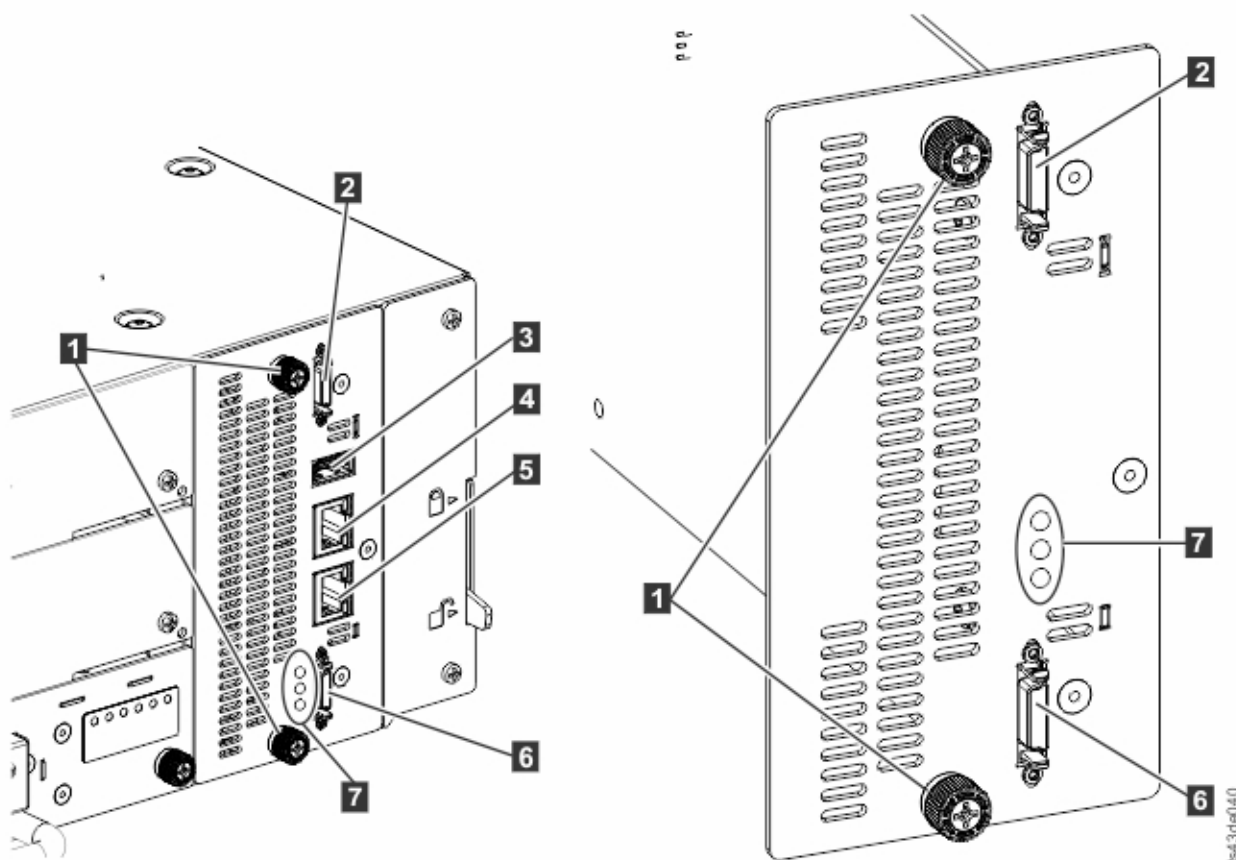

Figura 68. Componentes de la tarjeta controladora
3. Extraiga los cables Ethernet (4 and 5) y el cable USB (3), si está presente. (Un módulo de expansión no tiene puertos USB o Ethernet. Consulte Figura 68 en la página 151).
4. Afloje los dos tornillos de mariposa de color azul (1) en el controlador.
3. Apriete los tornillos de mariposa de color azul (1) con los dedos para asegurarlo al módulo.
4. Sustituya los cables de interconexión de expansión (2 and 6), el cable o cables Ethernet (4 and 5), y el cable USB (3) que se han eliminado anteriormente. (Un módulo de expansión no tiene puertos USB o Ethernet. Consulte Figura 68 en la página 151).